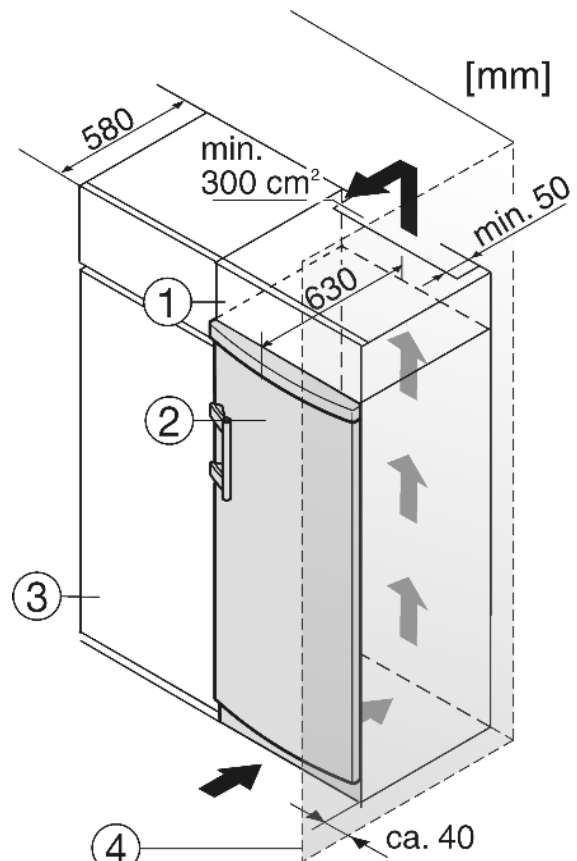

Fig. 8
- (1) Élément haut
- (2) Appareil
- (3) Placard de cuisine
- (4) Mur
L'appareil peut être entouré de meubles de cuisine. Pour adapter l'appareil *Fig. 8 (2)* à la hauteur des placards de la cuisine intégrée, on peut placer un élément haut *Fig. 8 (1)* au-dessus de l'appareil.
Lors de la transformation avec des placards de cuisine (profond. max. 580 mm) l'appareil peut être placé directement à côté du placard *Fig. 8 (3)*. La porte de l'appareil saillit latéralement de 34 mm et au milieu de l'appareil de 50 mm par rapport à la face avant du placard de cuisine. Ainsi, elle se laisse ouvrir et fermer sans problèmes.
Si l'appareil est installé avec les charnières à côté d'un mur *Fig. 8 (4)*, la distance entre l'appareil et le mur doit être de 40 mm min. Ceci correspond à la saillie de la poignée lorsque la porte est ouverte.